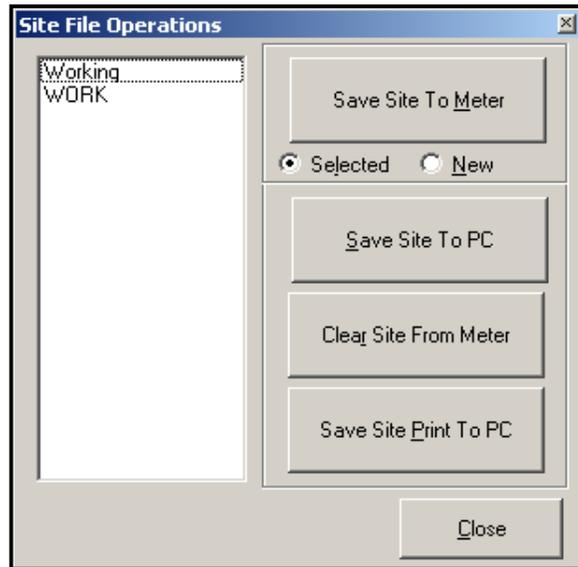

Figure 51 : Fenêtre Opérations de fichiers de site
3. Cliquez sur le bouton [Fichiers de site]. La fenêtre *Opérations de fichiers de site* (illustrée à la Figure 51) s'ouvre.
1. Mettez en surbrillance le site souhaité dans le volet de gauche. (Voir la Figure 51 à la page 124).